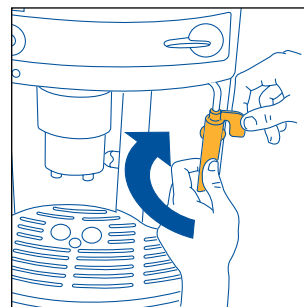

Fig.25
- Draai de stoomknop volledig in wijzerzin en houd met een hand het greepje van de buis van het cappuccinomondstuk vast, dat met de andere hand in wijzerzin wordt gedraaid naar beneden toe wordt weggehaald (fig. 25).